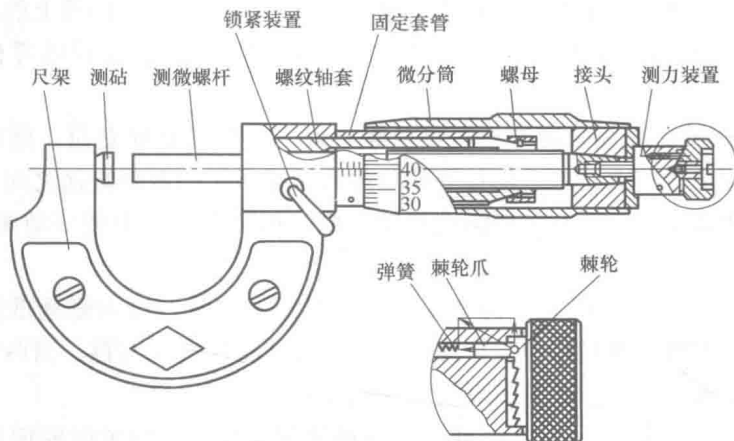

图 0-11 外径千分尺的结构
2) 外径千分尺的结构。外径千分尺的结构如图 0-11 所示。它由尺架、测砧、测微螺杆、锁紧装置、螺纹轴套、固定套管、微分筒和测力装置等部分组成。在尺架的右端是固定套管，左端是测砧，固定套管里装有带内螺纹的螺纹轴套，测微螺杆上的螺纹可沿此内螺纹回转，并用螺纹轴套定心。在固定套管的外面是有标尺的微分筒，它用锥孔与测微螺杆右端锥体相连。测微螺杆转动时的松紧程度可用螺纹轴套上的螺母来调节。当测微螺杆需要固定不动时，可转动锁紧装置手柄通过偏心机构锁紧。